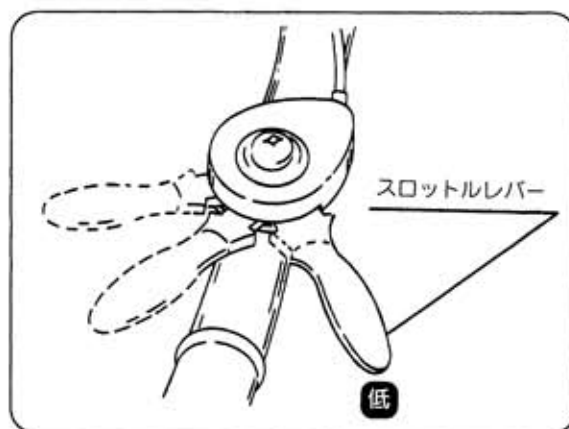

図22
- ① スロットルレバーを「低速」にもどし、停止スイッチを「OFF」位置にしてください。(図22・23)